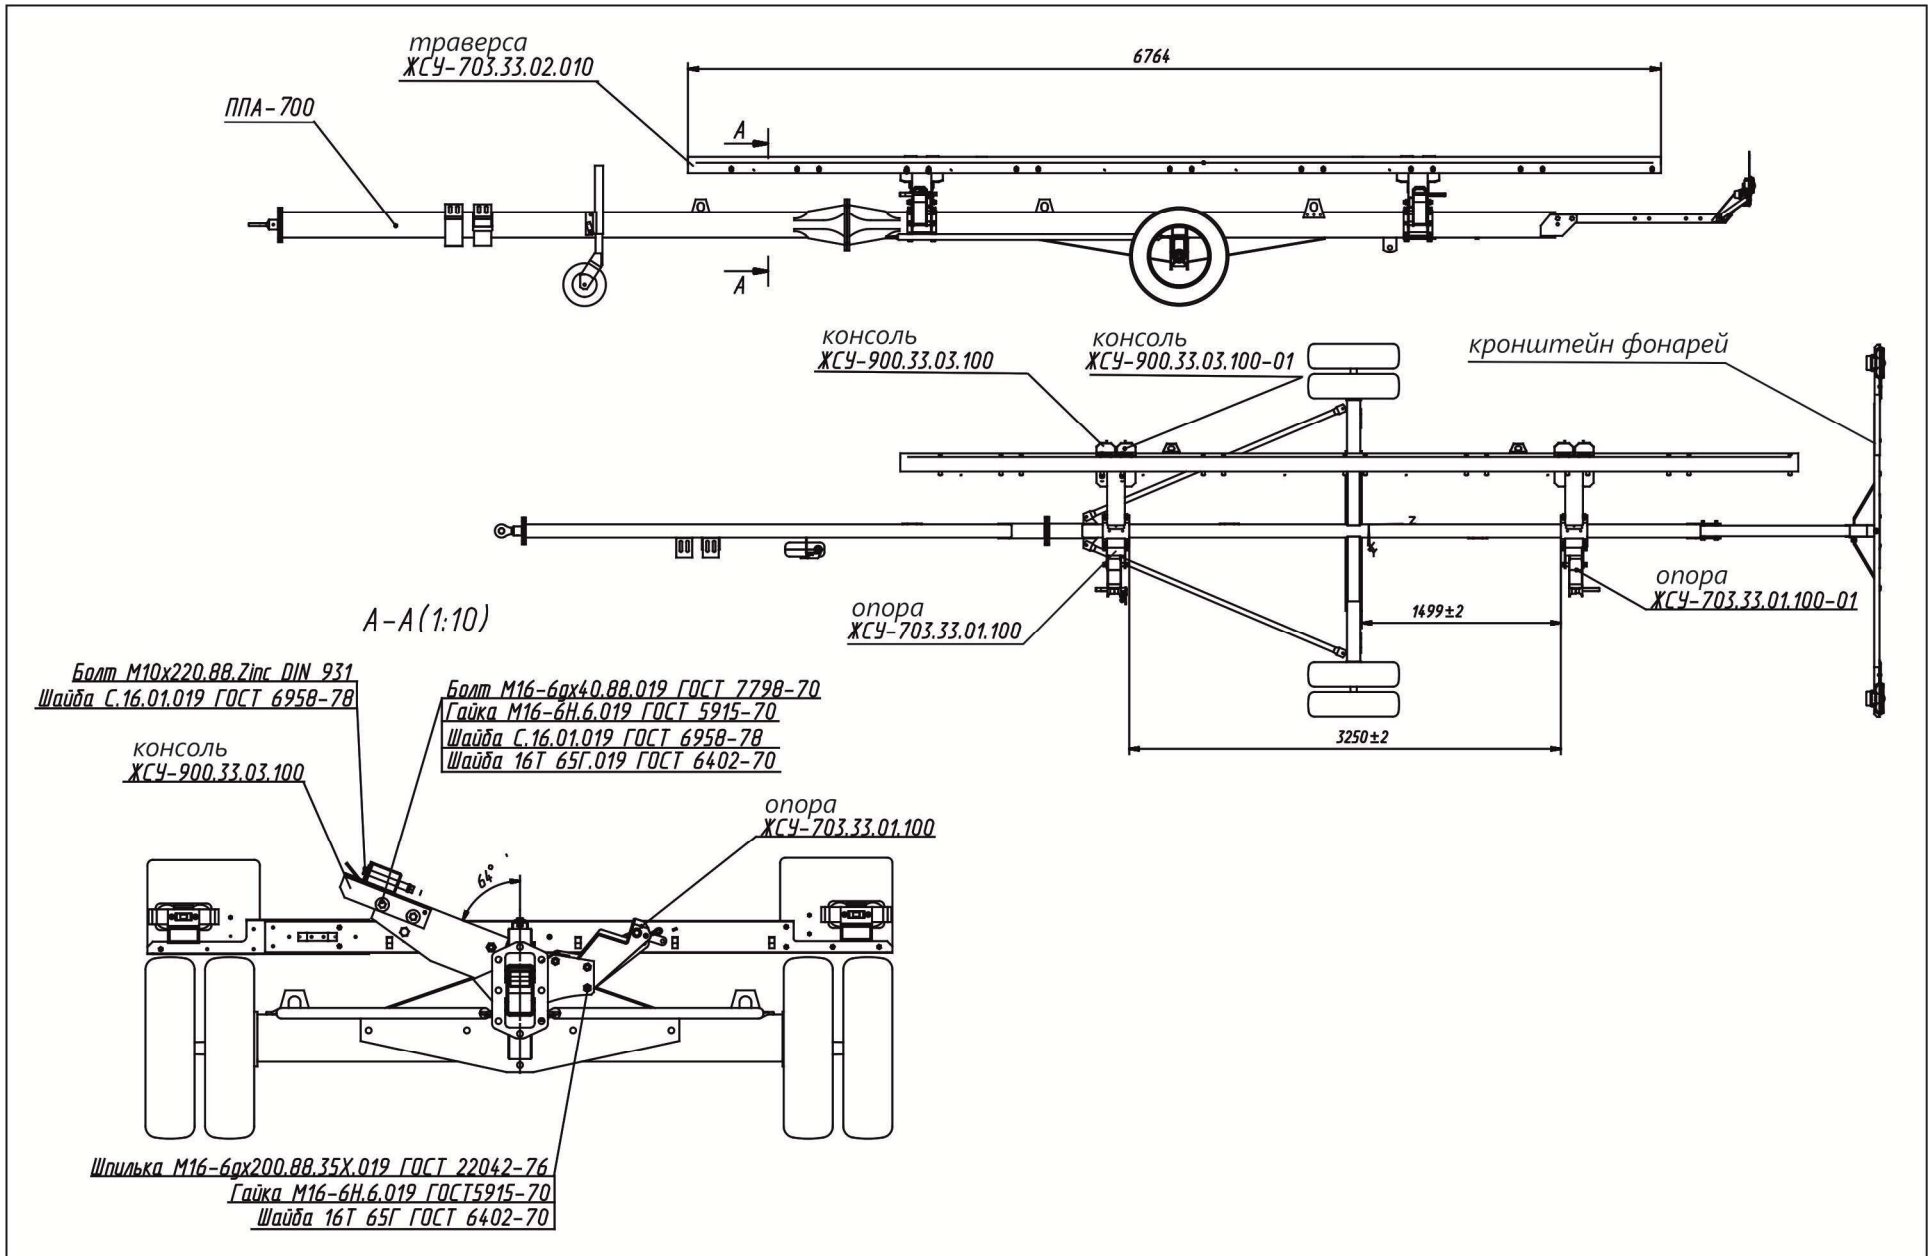

Рисунок 8.7 – Схема установки комплекта ЖСУ-703.33.01.000А, траверсы на приспособление ППА-700
4) установить в крайнее заднее положение кронштейн фонарей приспособления (см. рисунок 8.7);
5) демонтировать с жатки траверсу и установить ее на передние опоры и консоли. Крепление траверсы использовать из комплекта ЖСУ-703.33.02.000 (см. рисунок 8.7);